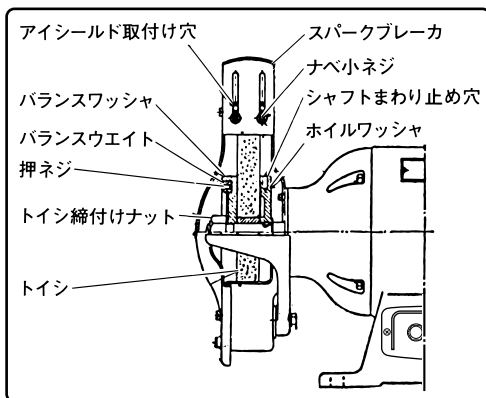

図 6
1. トイシの取付け、取りはずしは図 6 のようにホイルワッシャにシャフトのまわり止め穴があいておりますから、この穴に棒をさし込んでシャフトのまわるのを止め、トイシ締付けナットをまわしてください。